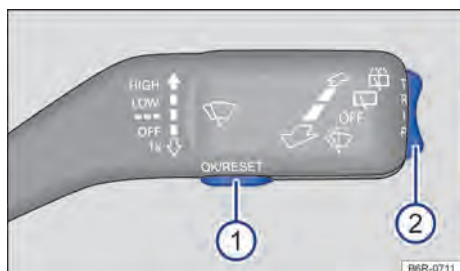

Fig. 12 Alavanca dos limpadores dos vidros: botão ① para confirmação dos itens e chave ② para trocar o indicador do display.
- Com a ignição ligada¹⁾, para ajustar o relógio, se necessário, alterar para o indicador do relógio, pressionar a chave → Fig. 12 ② para cima ou para baixo ou pressionar o botão de ajuste → Fig. 10 ⑥.
i A mensagem de serviço se apaga após alguns segundos com o motor em funcionamento ou após pressionar o botão **(OK)** da alavanca dos limpadores dos vidros → Fig. 12 ①.
- Se uma mensagem ou um pictograma do veículo forem exibidos, pressionar o botão **OK** → Fig. 12 ①.
- Pressionar a chave ② para cima ou para baixo, até que seja exibido o indicador desejado. <
- Pressionar a chave na alavanca dos limpadores dos vidros → Fig. 12 ②.
- Manter o botão  pressionado na alavanca dos limpadores dos vidros → Fig. 12 ① para selecionar o indicador de horas, de modo que ele pisca.
- Acertar as horas com a chave da alavanca dos limpadores dos vidros → Fig. 12 ②. Para isso, pressionar a chave para cima ou para baixo, para aumentar ou diminuir o indicador de horas.
- Manter o botão  → Fig. 12 ① pressionado por aproximadamente 2 segundos.